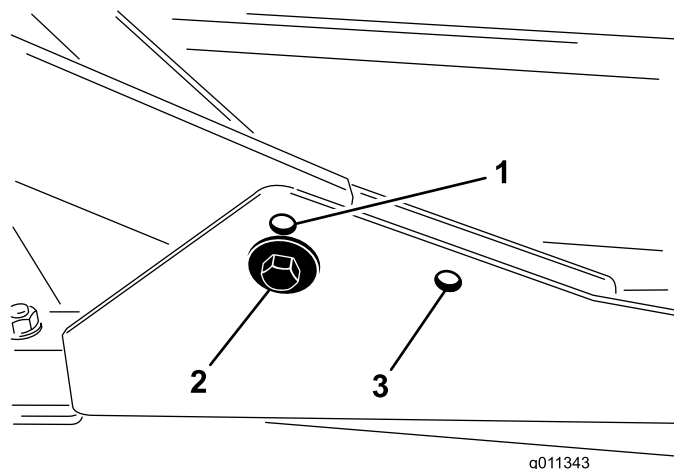

Figura 2
1. Para alturas de corte en el intervalo de 3/4 a 3 pulgadas (2 a 7,6 cm), los bastidores de tiro delanteros deben montarse en los taladros de montaje delanteros inferiores (Figura 2).
2. Para alturas de corte en el intervalo de 2-1/2 a 4 pulgadas (6,3 a 10 cm), los bastidores de tiro delanteros deben montarse en los taladros de montaje delanteros superiores (Figura 2).
Para todas las alturas de corte, la plataforma de corte trasera debe montarse en los taladros de montaje traseros (Figura 2).